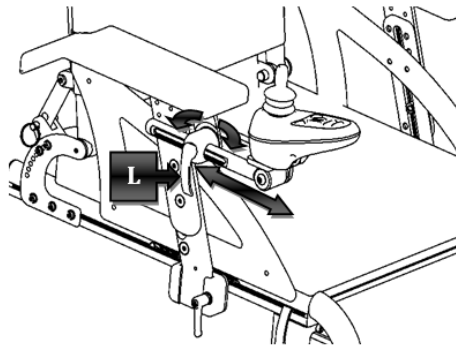

Figura 26
Allentando la leva (L), mostrata in Figura 26, è possibile spostare il joystick secondo le direzioni indicate fino a raggiungere la posizione desiderata. Stringere di nuovo la leva.